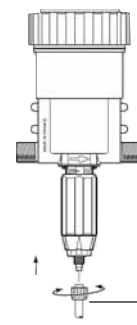

Fig. 9
- Desenroscar la tuerca (Fig. 9-E) colocada debajo de la parte dosificación e introducir el tubo de aspiración en la tuerca.